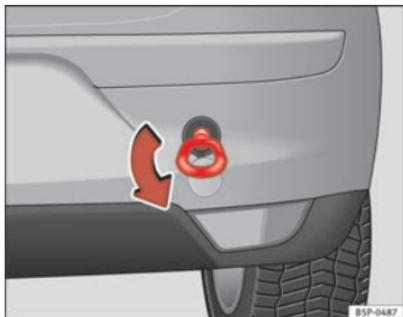

Abb.206 Einschrauben
- Schrauben Sie die Abschleppöse in Pfeilrichtung *links* herum bis zum Anschlag vorne ⇒ Abb. 205 oder hinten ⇒ Abb. 206 in die Gewindebohrung ein. ■